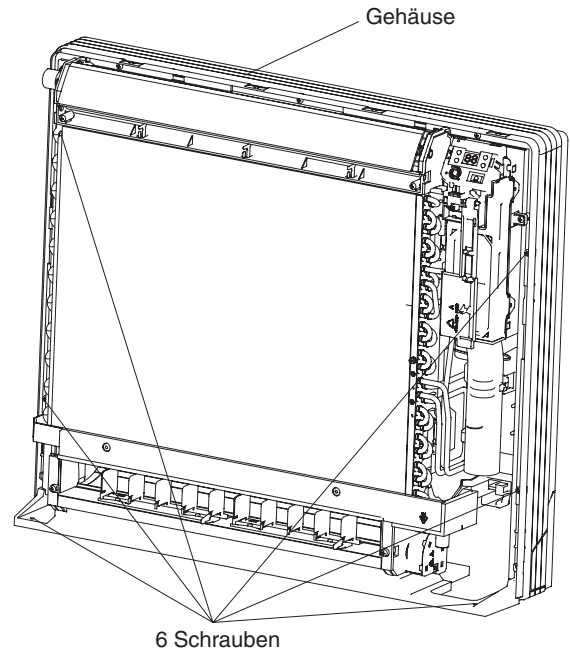

Bild 26: Bodenaufstellung
- Das Gerät wird mit 6 Schrauben gesichert (siehe Bild 26)